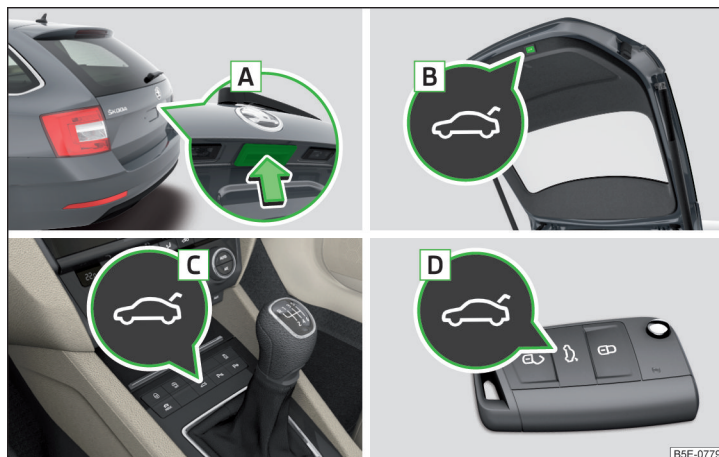

Fig. 55 Manejo de la tapa
- Presionando el tirador **A** » fig. 55.
- Presionando la tecla **B** » fig. 55.
- Mantener pulsada la tecla **B** » fig. 55 de la pág. 69 hasta que suene una señal acústica.
Pulse el tirador A » fig. 55 de la pág. 69 y tire la tapa hacia arriba